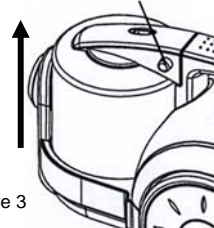

Figure 3
1. Pour ouvrir le couvercle du sac à poussière, retirez le boyau flexible et appuyez sur son bouton de relâche du couvercle. (Fig. 3)